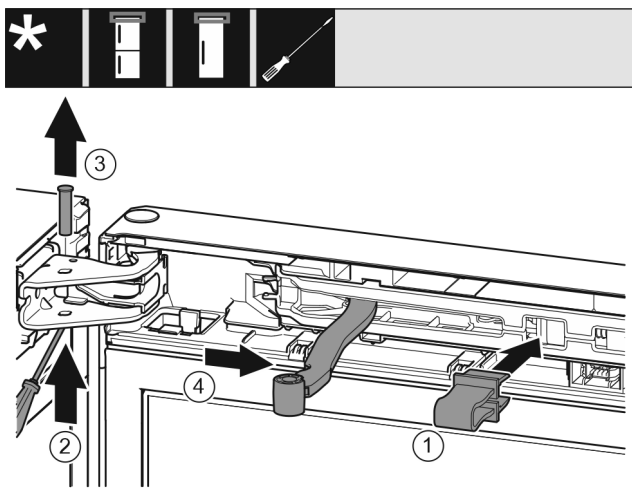

Fig. 10
- Nofiksējiet aizturi Fig. 10 (1) atverē.
- Izbīdīet tapu Fig. 10 (2).
- Izņemiet ārā tapu Fig. 10 (3) uz augšu.
- Pagrieziet šarnīru Fig. 10 (4) durvju virzienā.